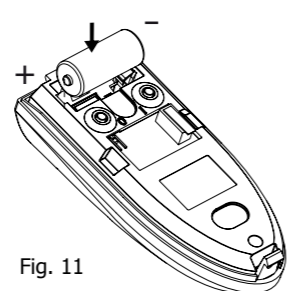

Fig. 11
Inserire la batteria fornita nella confezione nell'apposita sede, avendo cura di rispettare la polarità (Vedi Fig. 11); il led giallo inizierà a lampeggiare durante la fase di preriscaldamento, della durata di circa 30 secondi.
- 4) Inserire la batteria come indicato in Fig. 11 a Pag. 10 facendo attenzione a rispettare la polarità.